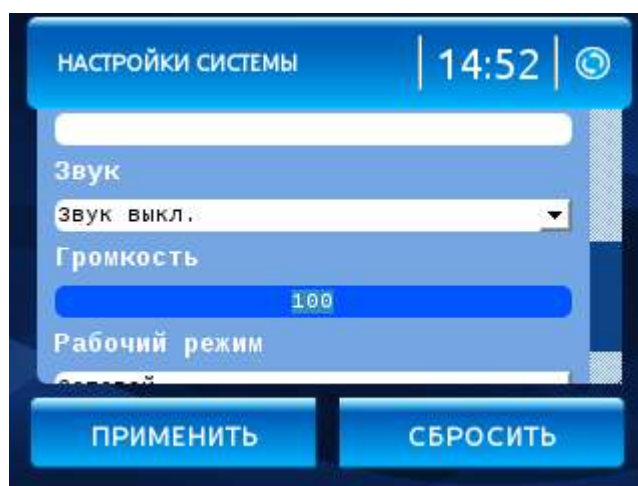

Рисунок 34 - Параметр «Громкость»
4.1.1.6 Параметр «**Громкость**» (Рисунок 34) позволяет настроить громкость звукового источника терминала.